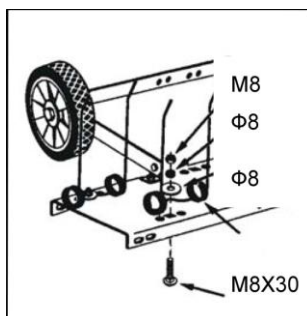

Figur 5
7. Montera hjulaxeln på utsidan av de små vinkelfästena med två bultar (M8x20) och låsmuttrar (M8), se figur 5. Hjulaxelns ändrar måste vara placerade enligt bilden. Dra åt bultar och muttrar helt och släpp sedan lite på dem.